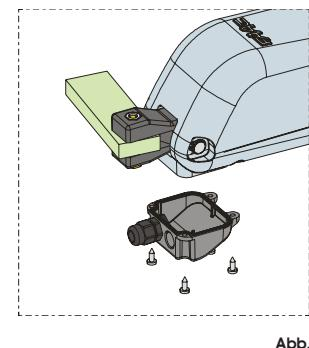

Abb. 16
- 4) Den Deckel mit den vier mitgelieferten Schrauben verschließen, Abb. 16.